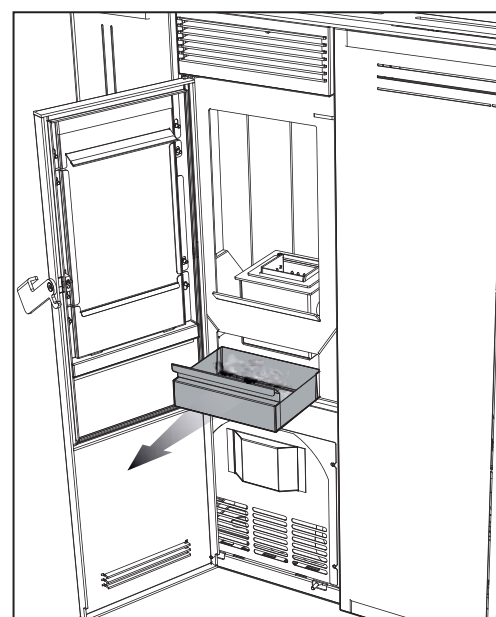

Fig.14.2
- 1) sacar el brasero (Fig. 14.2);